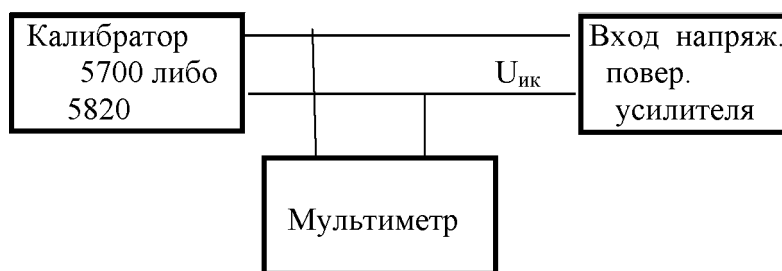

Рисунок 1. Схема поверки усилителей
6.5.1.1 Для поверки собирают схему рис.1. Мультиметр также используется для контроля выходных аналоговых сигналов (усилителей 6600, 7600 и систем ISOBE5600).
6.5.2.1 Проверку погрешности выполняют с использованием схемы рис. 1. Для проверки модулей измерения сигналов акселерометров усилителей на сигнальный вход модуля последовательно должен быть подключен конденсатор емкостью 1 нФ.
6.5.3.1 Проверку неравномерности АЧХ усилителей выполняют с использованием схемы рис. 1 для каждого вида фильтров, предусмотренного ЭД, для которых нормирована ширина полосы пропускания.